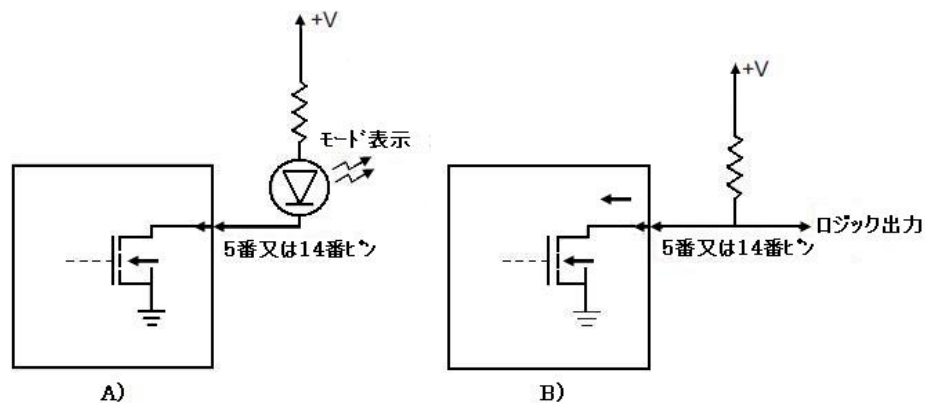

図2 モード表示方法
**5番ピン - 電圧状態表示** : 電源が電圧制御の時のオープンコレクタ構成を表示します。表示はアクティブローで、電源が電流コントロールしているかまたはディセーブル状態になるとオープン回路となります。プルアップ抵抗はパルス信号源として使用され、ピンは動作制御状態を示す点灯表示のLEDゲラントに使われます。使用方法は図2を参照下さい。
**14番ピン-電流状態表示** : 電源が電流制御である時、オープンドレイン構成となります。このピンはアクティブローで、電源が電圧制御になるか、デイスエーブルになった時、オープン回路になります。プルアップ抵抗はロジック信号への使用や動作制御状態を表示するLEDを接地することができます。使用方法は図2を参照下さい。